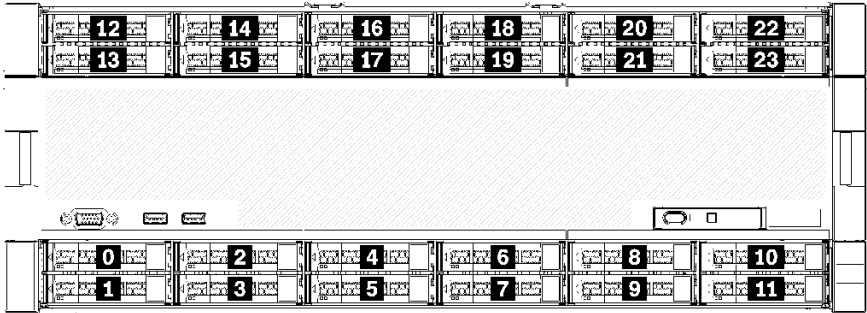

图 3. 硬盘插槽位置
- 顶部两个硬盘支持 SAS、SATA 或 NVMe 接口硬盘（Lenovo AnyBay）。服务器可支持最多 12 个 NVMe 硬盘，具体取决于服务器配置。支持 NVMe 的硬盘插槽是具有偶数编号的插槽，如第 11 页图 3 “硬盘插槽位置” 中所示。